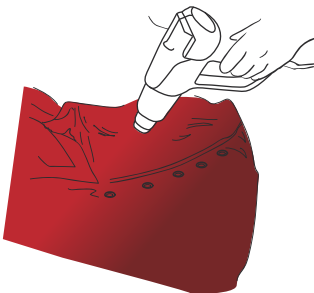

Abbildung 19
- › Erhitzen Sie dann jede Niete erneut auf 80 °C bis 90 °C. (Abb. 19)